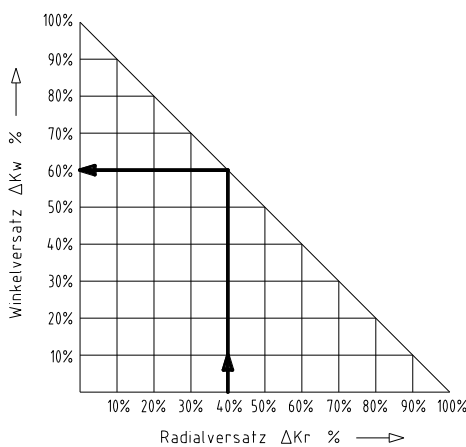

Bild 12: Verlagerungskombinationen
- Die in Tabelle 5 angegebenen Verlagerungswerte sind Maximalwerte, die nicht gleichzeitig auftreten dürfen. Bei gleichzeitigem Auftreten von Radial- und Winkelversatz dürfen die zulässigen Verlagerungswerte nur anteilig genutzt werden (siehe Bild 12).